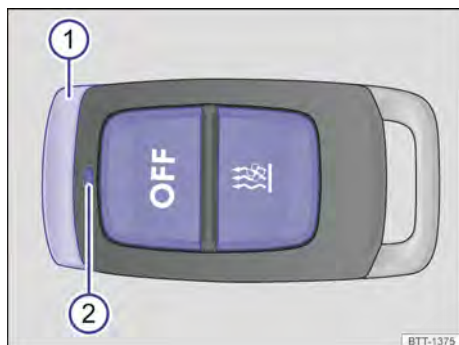

Fig. 138 Aquecimento estacionário: controle remoto.
- **Ligar:** pressionar o botão → Fig. 138. Se a luz de controle ficar acesa por aproximadamente 2 segundos na cor verde, o aquecimento estacionário estará ligado.